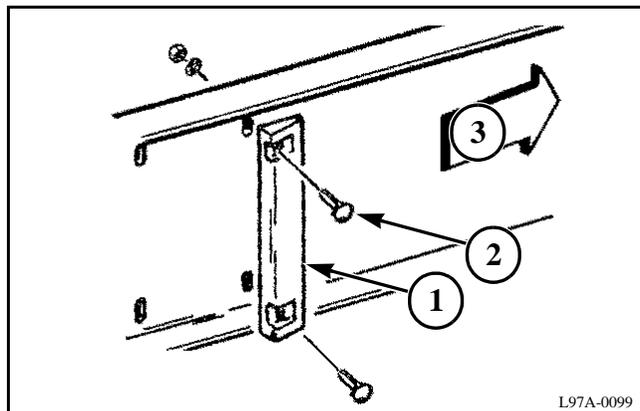

FIG. 23
FIG. 23: Se proporcionan resistores de heno (1) con accesorios (2) como equipo estándar de la enfardadora. Pueden instalarse dos juegos de resistores de heno cuando se desea obtener densidad adicional del fardo para el enfardado de producto cosechado demasiado seco y liviano, como por ejemplo paja. No instale los resistores de heno a menos que la pintura del interior de la cámara de fardos se haya desgastado y que la cámara parezca estar lisa.